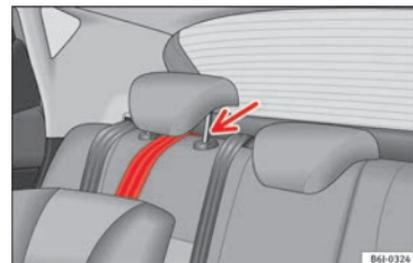

Fig. 28 Correia de fixação: ajuste correto e montagem.
- Coloque a correia por baixo do encosto de cabeça do banco posterior»» Fig. 28 (se necessário, levante o encosto de cabeça).